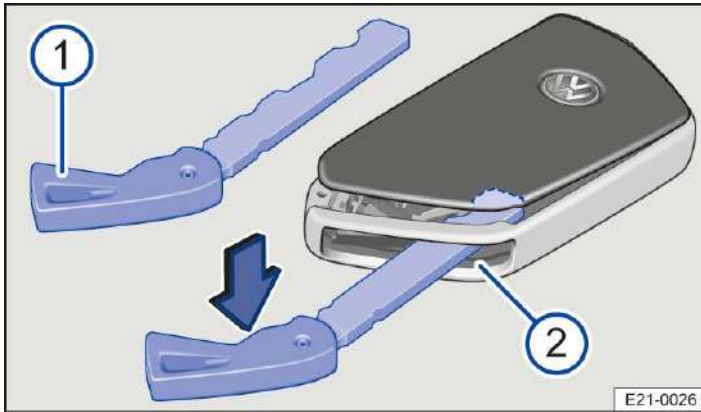

Abb. 2 Fahrzeugschlüssel: Abdeckung öffnen.
Der Knopfzellenwechsel im Fahrzeugschlüssel kann ausstattungsabhängig über zwei Varianten erfolgen → *Abb. 1* und → *Abb. 2*.
2. Notschlüssel in den Schlitz stecken → **Abb. 2 (2)**, in Pfeilrichtung drücken und die Abdeckung aushebeln.